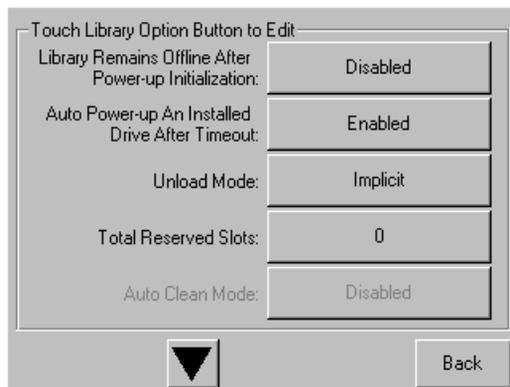

Abbildung 27: Bildschirm „Total Reserved Slots“ (Anzahl reservierter Fächer)
2. Drücken Sie im Optionsbildschirm **Library** auf ▼, um zum Bildschirm mit der Option **Total Reserved Slots** (Anzahl reservierter Fächer) zu gelangen (siehe Abbildung 27).